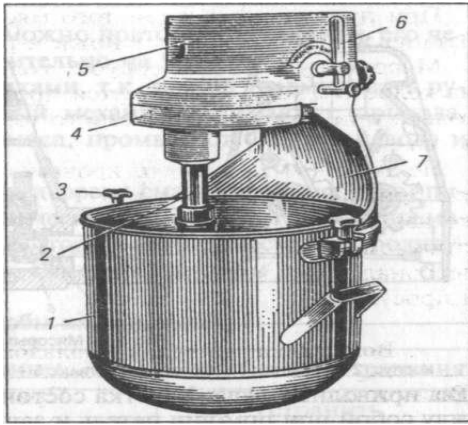

Рис. 2-5. Многоцелевой механизм МС4-7-8-20.
2. Многоцелевой механизм МС4-7-8-20 (рис. 2.5) При помощи этого механизма можно взбивать различные кондитерские смеси, замешивать жидкое тесто, протирать картофельное пюре и супы, перемешивать различные фарши и т.д. Многоцелевой механизм состоит из корпуса, в котором расположен редуктор с коробкой скоростей, сменных бачков и сменных рабочих органов. В редукторе находятся коническая зубчатая и планетарные передачи, а также хвостовик, при помощи которого механизм укрепляется на приводе. Корпус механизма имеет кронштейн, на котором устанавливаются сменные бачки для замешивания и взбивания продуктов или механизм с ситом для их протирания. На редукторе находится рукоятка переключения скоростей рабочего вала механизма. К механизму прилагаются три взбивателя — прутковый, решетчатый и замкнутый, а также мешалка и протирачная крыльчатка. На рабочем валу редуктора установлена специальная муфта для соединения ее со сменными механизмами.